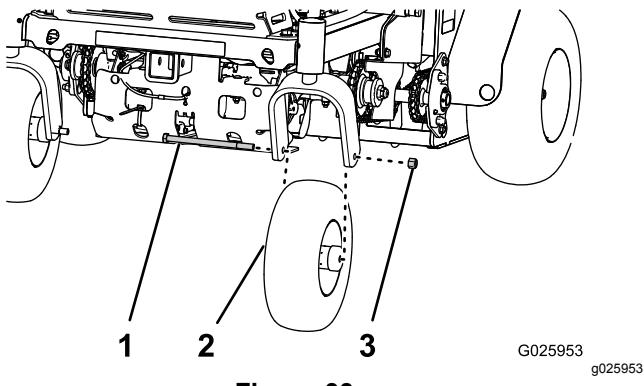

Figure 33
3. Retirez l'écrou et le boulon de roue, et déposez la roue pivotante de la fourche (Figure 33).
1. Placez le trou dans l'arbre de la roue pivotante entre les trous de la fourche (Figure 33).
2. Fixez l'ensemble roue à la fourche au moyen de l'écrou et du boulon (Figure 33) que vous avez retiré à l'opération 3 de **Dépose des roues pivotantes** (page 36).